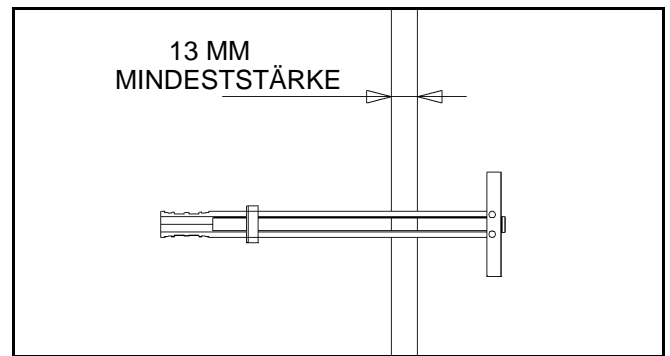

Abbildung 10.
4. Den Kunststoffanker (100) in die Bohrung einsetzen, den Fingergriff zusammen schieben, um das Ende im Loch senkrecht zur Wand zu drehen (siehe Abbildung 10).